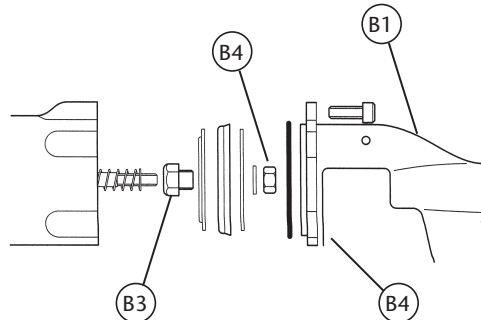

Рис. 4
- Отвинтить и извлечь пять винтов (В1), а также снять рукоятку (В2) и уплотнительное кольцо (В3) (рис. 4).